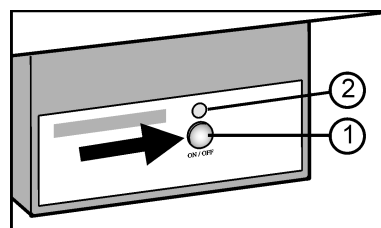

Fig. 7
- ▶ Pulse la tecla On/Off Fig. 7 (1) hasta que el LED Fig. 7 (2) se ilumine.